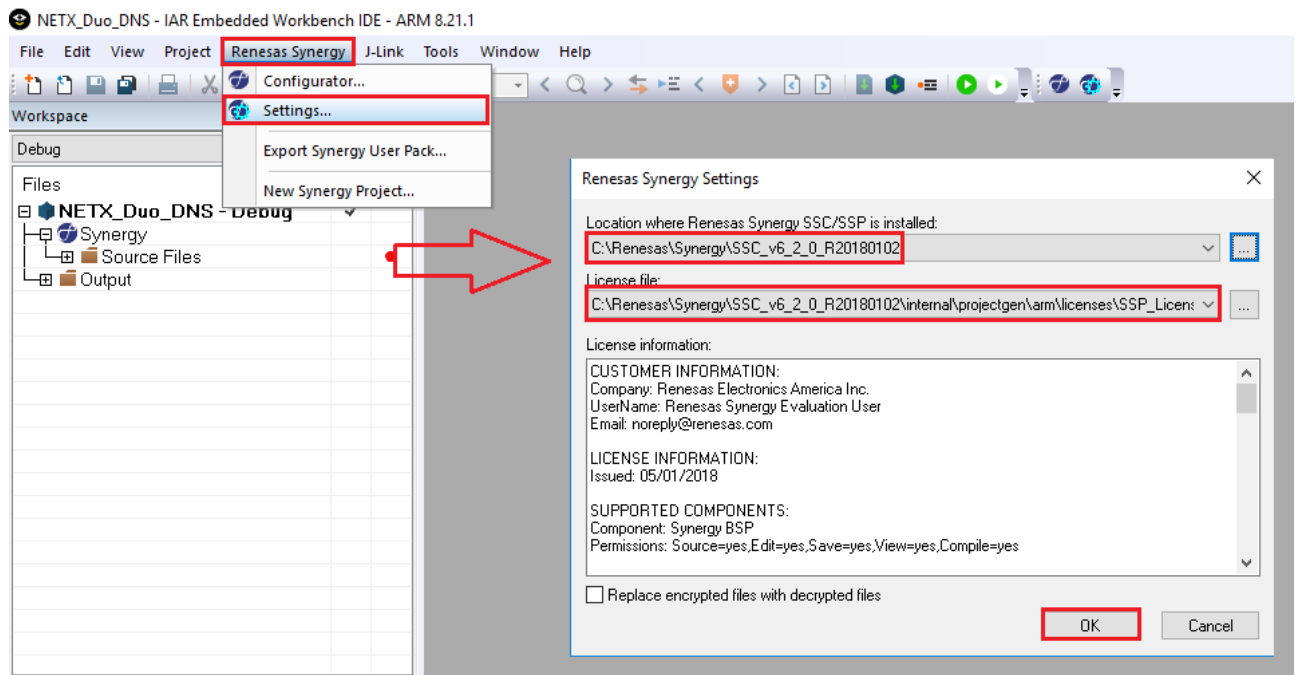

図 1.3 SSC/SSP の設定
1. **[Renesas Synergy] > [Settings] (設定)** をクリックして、**[Renesas Synergy Settings] (Renesas Synergy の設定)** を開きます。ライセンスファイルと SSC/SSP のフォルダが既に構成されている場合、フォームのうち、**[License]** (ライセンス) 領域と SSC/SSP の場所が表示されます (図 1.3)。これらの設定が表示された場合、次のステップを省略し、ステップ 3 に進みます。